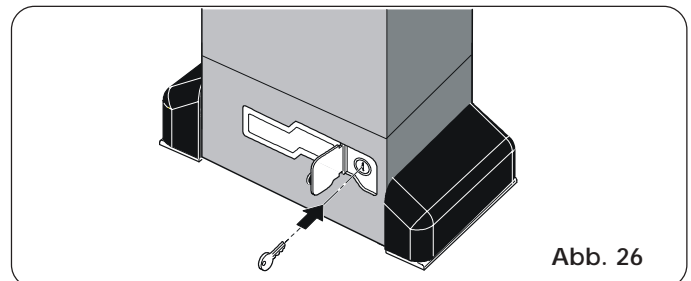

Abb. 26
- 2) Die Motorwelle mit Hilfe eines Engländers blockiert beibehalten und die Einstellung an der Einstellschraube der Kupplung mit einem Inbusschlüssel oder einem Schraubenzieher vornehmen, Abb. 26.
- 1) Die Schutzklappe öffnen und den entsprechenden im Lieferumfang enthaltenen Schlüssel in das Schloss einführen (Abb. 26).